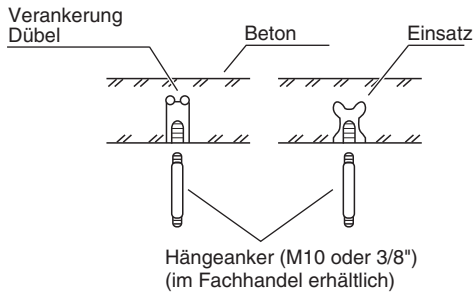

Abb. 3-3
- Die Hängeanker einsetzen (Abb. 3-3) oder
- (2) Die Hängeanker hineindrehen, wobei diese aus der Decke herausragen müssen (Abb. 3-3). (Nötigenfalls muss die Deckenverkleidung modifiziert werden.)